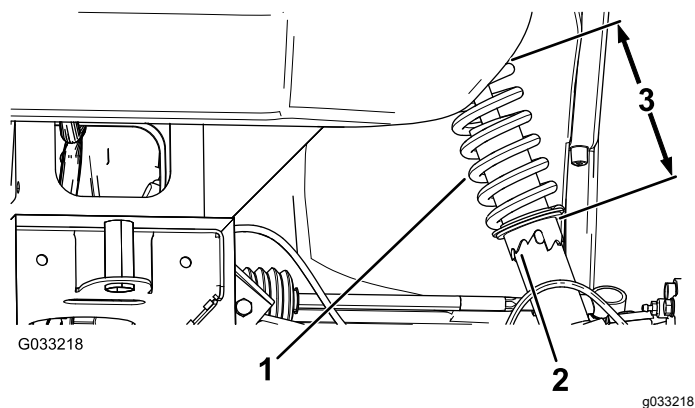

Figura 44
2. Se o alinhamento da roda estiver desalinhado, utilize a chave de aperto para rodar o anel na mola amortecedora para alinhar a roda (Figura 44).